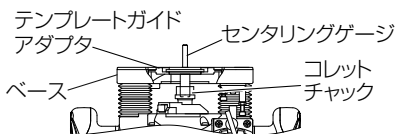

図 15
- (2) センタリングゲージをテンプレートガイドアダプタの中央穴とコレットチャック穴に収めます。(図 15)
- (3) コレットチャックを手で締付けます。
- (4) テンプレートガイドアダプタをネジで締付けたあと、センターリングゲージを引抜きます。